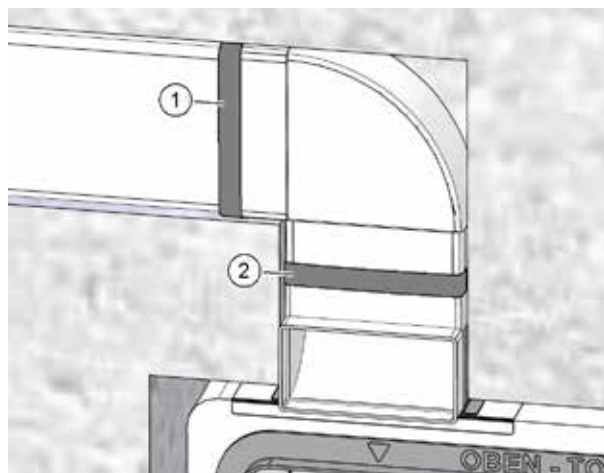

Fig. 19: Fissaggio dell'allacciamento del canale piatto con nastro sigillante
- ▶ Comporre insieme fino a formare pezzi parziali gli elementi del canale piatto e sigillare ogni punto di giunzione con uno strato di nastro sigillante dalla larghezza di 30 mm (pos. 1 nella Fig. 19).
- ▶ Inserire il primo pezzo parziale del canale piatto nella curva 90° della cassetta a muro e sigillare il punto di giunzione con nastro sigillante (pos. 2 nella Fig. 19).